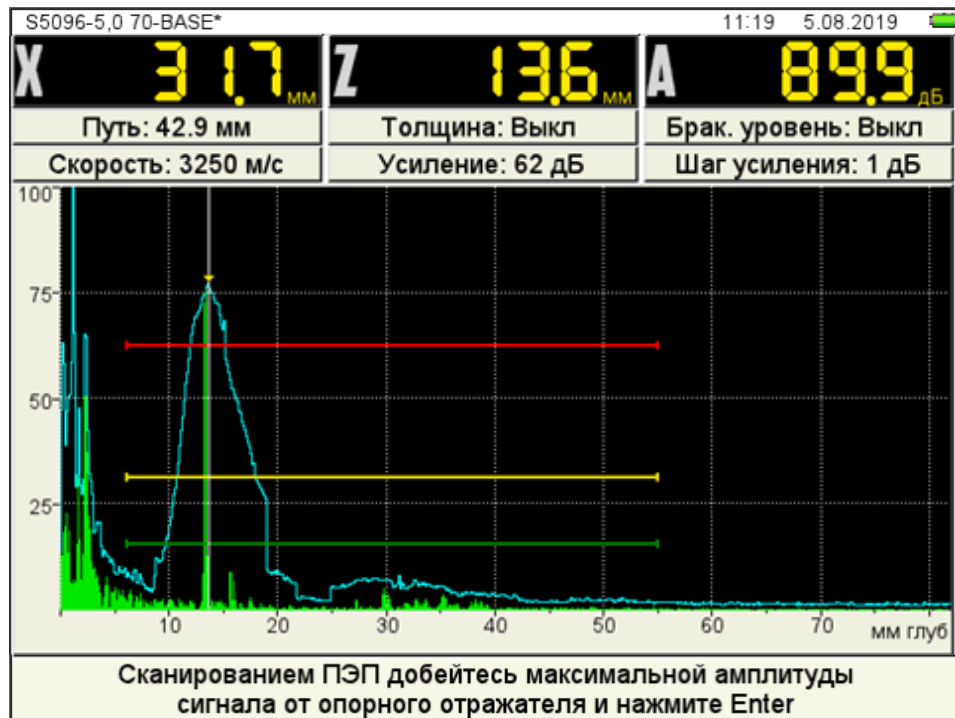

Рисунок 43
– перейти на параметр «Опорный уровень» и включить его – . Откроется окно настройки опорного уровня (рисунок 43);